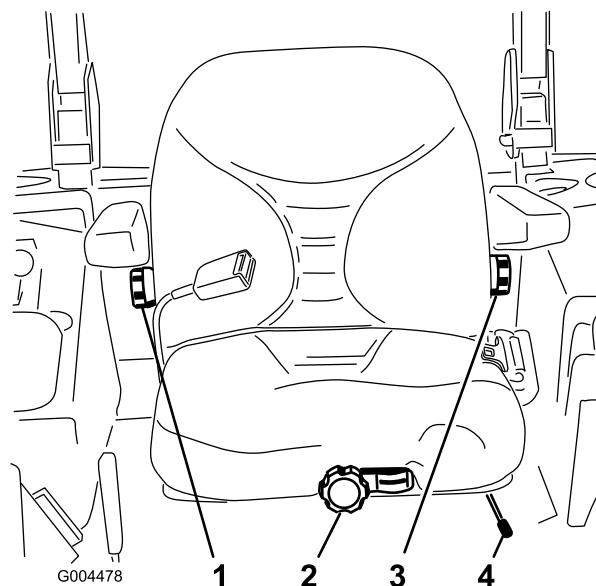

Figura 35
1. Per regolare, spostate lateralmente la leva e sbloccate il sedile (Figura 35).
A sedile vuoto, girate la manopola anteriore nella direzione opportuna, fino ad ottenere il migliore comfort (Figura 35).
Per spostarlo, girate nella direzione opportuna la manopola situata sotto il bracciolo destro, fino ad ottenere il migliore comfort (Figura 35).
Per spostarlo, girate nella direzione opportuna la manopola situata sotto il bracciolo sinistro, fino ad ottenere il migliore comfort (Figura 35).